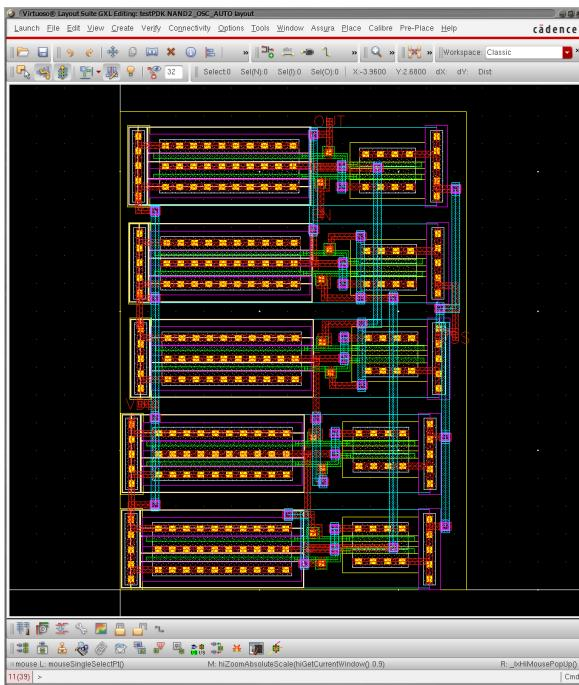

図 73: 自動配置・配線された 5 段 NAND2 リングオーバー シレータレイアウト
- Automatic Routing ウィンドウで OK をクリックする。少し時間がかかった後、図 73 に示すように自動で配線が完了する。完成したレイアウトに対して第 8 節に示した手順で DRC/LVS を実行し、正しいレイアウトになっているか確認してみること。